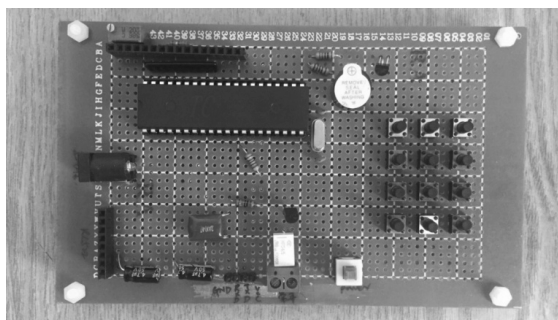

图 3-10 射频 13.56M 一卡通门禁系统焊接过程示意图(正面)
(4) 焊接完成,将 CPU 小心插入底座,注意方向,月牙形状底座与 CPU 月牙相一致,如图 3-10 所示。